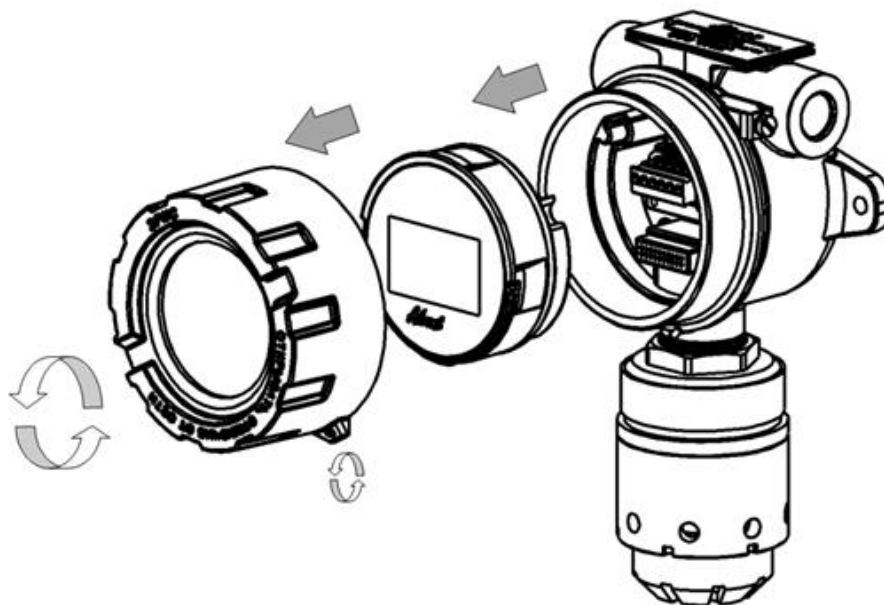

Рисунок 15 – Схема разбора Advant
- Открутить стопорный винт в крышке газоанализатора (рисунок 15).